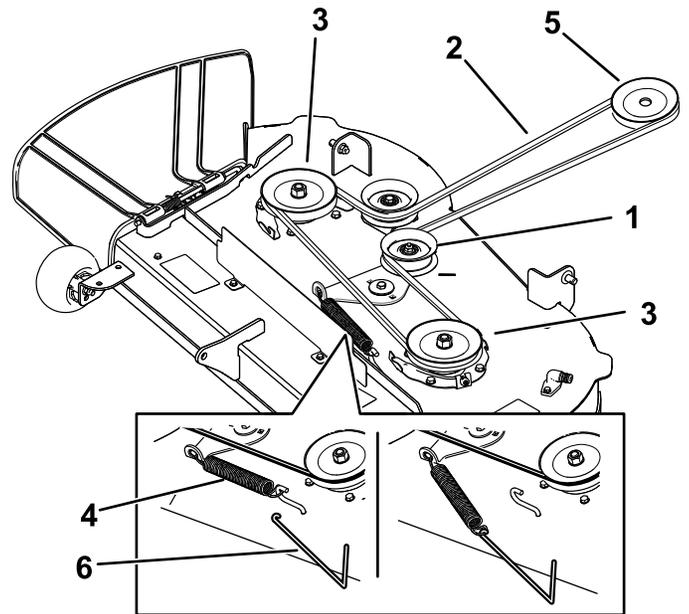
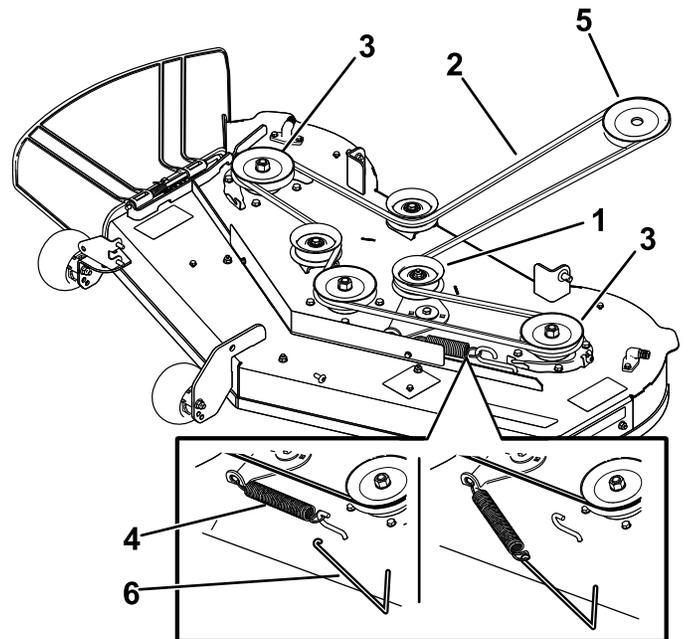

Bild 54
Bild 55
6. Entfernen Sie die Spannscheibenfeder mit einem Werkzeug zur Federentfernung (Toro-Bestellnummer 92-5771) vom Mähwerkhaken, um die Spannung von der Spannscheibe zu nehmen, und rollen Sie den Riemen von den Riemenscheiben (Bild 54 oder Bild 55).
7. Verlegen Sie den neuen Riemen um die Motor- und Mähwerkriemenscheiben (Bild 54 oder Bild 55).
8. Setzen Sie die Spannscheibenfeder mit einem Werkzeug zur Federentfernung (Toro Bestellnummer 92-5771) auf den Mähwerkhaken, um die Spannscheibe und den Mähwerkriemen zu spannen (Bild 54 oder Bild 55).